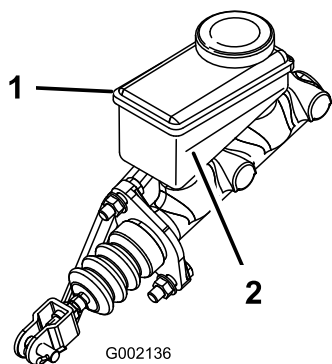

Figura 66
5. Observe o nível do fluido na parte lateral do reservatório (Figura 66).
- Adicione fluido dos travões DOT 3 ao reservatório até o nível do fluido estar acima da linha de mínimo (Figura 66).